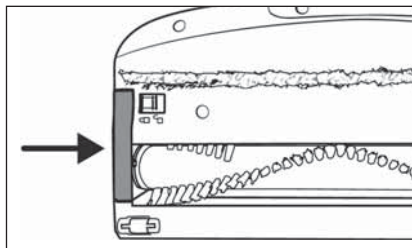

Fig. 32
- 6) Vuelva a montar el soporte del rodillo de cepillos **20** en el cepillo para suelos **22**. Presiónelo hacia abajo hasta que encastre con un chasquido en el cepillo para suelos **22** (consulte la fig. 32).